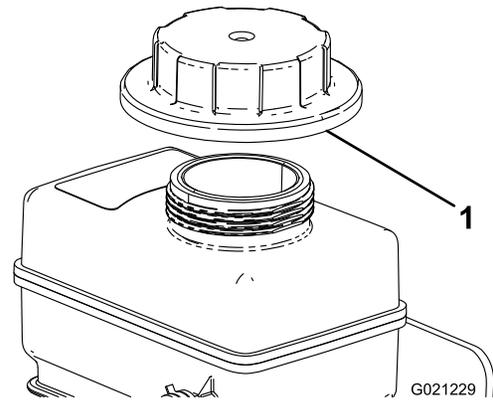

Figure 78
8. Remplissez lentement le vase d'expansion jusqu'à ce que le niveau atteigne la base du goulot de remplissage (Figure 78).
9. Remettez le bouchon sur le vase d'expansion (Figure 78).